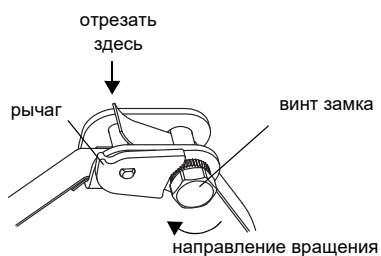

Рис. 8.42: Храповой замок со стальной лентой
- Отрежьте лишнюю стальную ленту (смотри Рис. 8.42).
**Примечание!** Надавите на рычаг вниз, чтобы отпустить винт и стальную ленту (смотри Рис. 8.42).